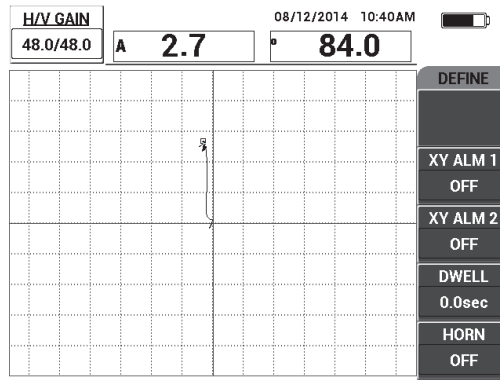

Figura 6-31 Regolazione della posizione del punto
4. Sollevare la sonda per osservare il movimento del punto. Se il punto sparisce dalla schermata, premere il tasto GAIN (**dB**) ed in seguito usare la manopola per regolare la posizione del punto in modo che rimanga sulla schermata (vedere Figura 6-31 a pagina 159).